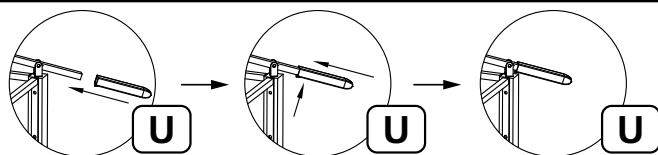

Fig. 9
Placez un embout extensible (U) à l'extrémité des armatures d'auvent à deux niveaux (H) en appuyant sur les boutons-poussoirs situés à l'extrémité de la pièce H et en poussant sur la pièce U pour les fixer ensemble, voir Fig.9. Continuez en appuyant un peu plus sur la pièce U jusqu'à ce que le bouton-poussoir de la pièce H atteigne le troisième œillet.